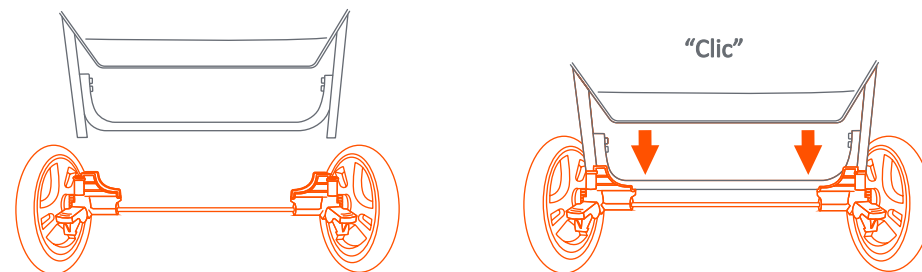

Fig. 3f
**NOTA:** Coloque las patas traseras sobre el eje con ruedas y aplique presión hacia abajo en ambos lados. Asegúrese de que ambos lados se fijan en su lugar (Fig. 3f).